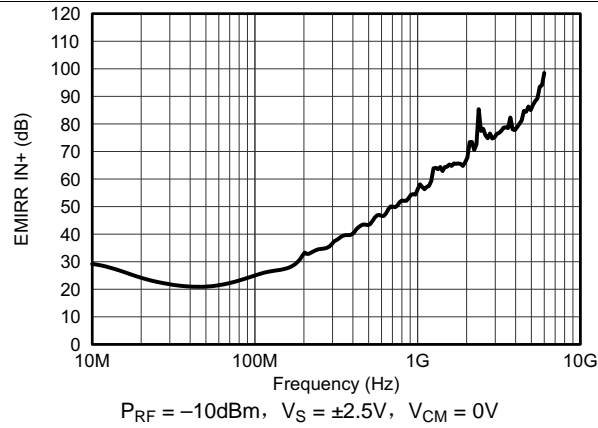

图 13. 以同相输入为参考的
电磁干扰抑制比 (EMIRR)	图 13
德州仪器 (TI) 已经开发出在 10MHz 至 6GHz 扩展宽频谱范围内准确测量和量化运算放大器抗扰度的功能。EMI 抑制比 (EMIRR) 指标允许按 EMI 抗扰性直接比较运算放大器。图 13 说明了针对 TLV314 执行的此测试的结果。还可以在应用报告《运算放大器的 EMI 抑制比》(SBOA128) 中找到详细信息；请从 www.ti.com 下载此报告。